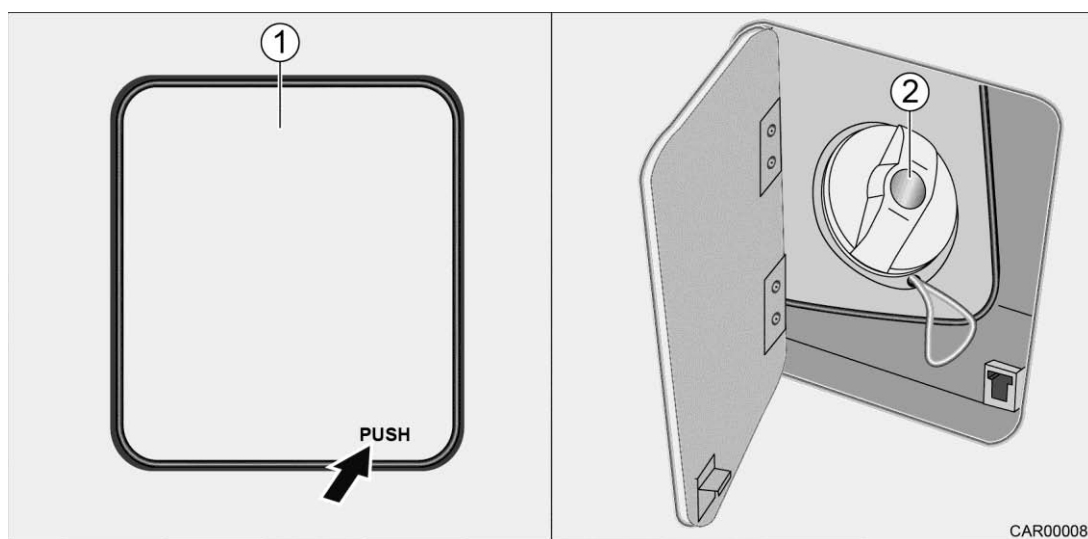

Fig. 26 Bouchon de carburant AUS 32
1. Ouvrir le bouchon de carburant (Fig. 26/1). Pour cela appuyer sur le coin inférieur avec l'inscription « PUSH ». Le clapet s'ouvre.
2. Dévisser le bouchon (Fig. 26/2).
1. Visser le bouchon (Fig. 26/2) jusqu'en butée.
2. Fermer le clapet du bouchon de carburant (Fig. 26/1). Pour cela appuyer sur le coin inférieur avec l'inscription « PUSH » et faire encliqueter le clapet.